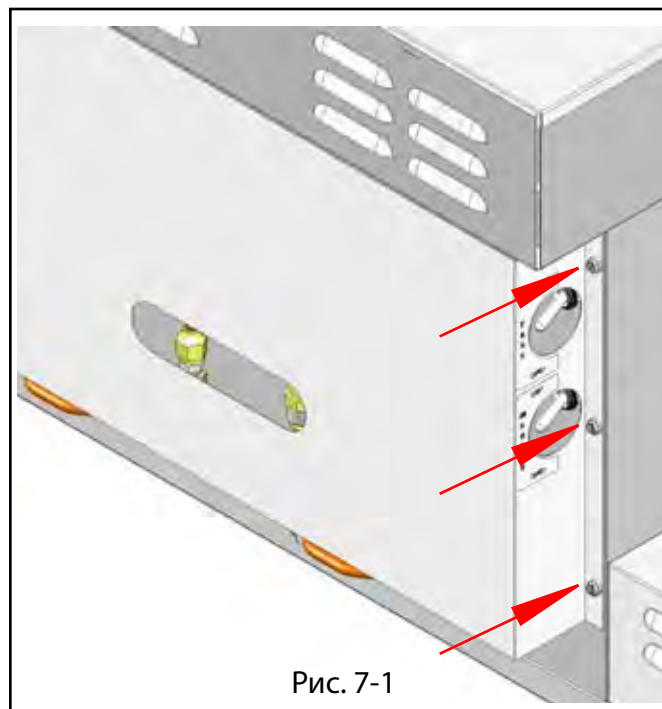

Рис. 7-1
1. Отвинтите шесть винтов, удерживающих заднюю крышку (если имеется). Рис. 7-1.